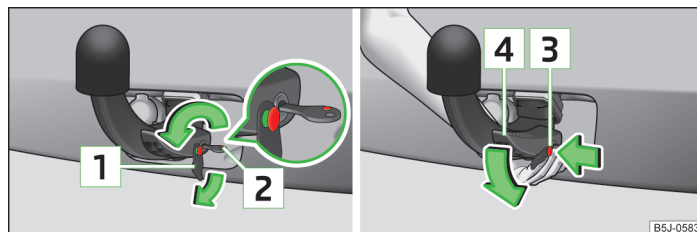

Fig. 105 Desbloquear la palanca de mando de la barra de cabeza esférica y soltarla
► Retire la tapa 1 » fig. 105 del cierre de la barra de cabeza esférica en el sentido de la flecha.